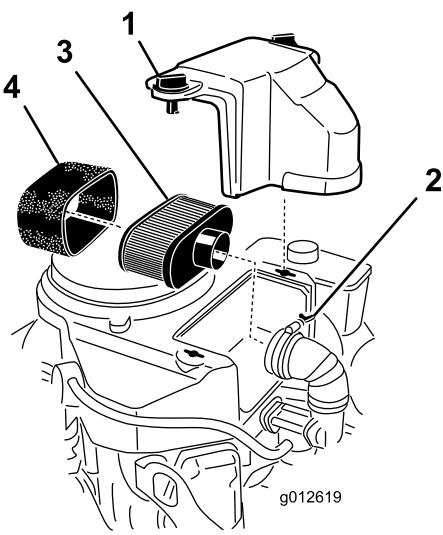

Figura 41
3. Limpie alrededor del limpiador de aire de forma que la suciedad no penetre en el motor y cause daños (Figura 41).
4. Desenrosque los pomos de la cubierta y retire la cubierta del limpiador de aire (Figura 41).
5. Desenrosque la abrazadera y retire el conjunto del limpiador de aire (Figura 41).
6. Retire cuidadosamente el filtro de gomaespuma del filtro de papel (Figura 41).
1. Deslice cuidadosamente el filtro de gomaespuma sobre el filtro de papel (Figura 41).
2. Coloque el conjunto del limpiador de aire sobre su base o manguera y sujetelo con la abrazadera (Figura 41).
3. Coloque en su posición la cubierta del limpiador de aire y apriete el pomo de la cubierta (Figura 41).
1. Limpie el elemento de papel golpeándolo suavemente para eliminar el polvo. Si está muy sucio, cambie el elemento de papel por uno nuevo (Figura 41).